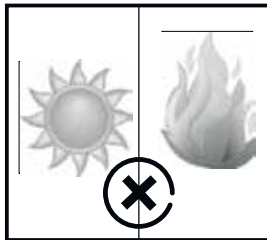

Imagen 2
- No debe exponerlo a la luz solar directa. Cuando la luz solar alcanza el vidrio del botellero refrigerador, el funcionamiento del mismo se verá incrementado. Esto significa que se incrementará tanto la temperatura de los productos contenidos dentro, como el consumo eléctrico. (Imagen 2)